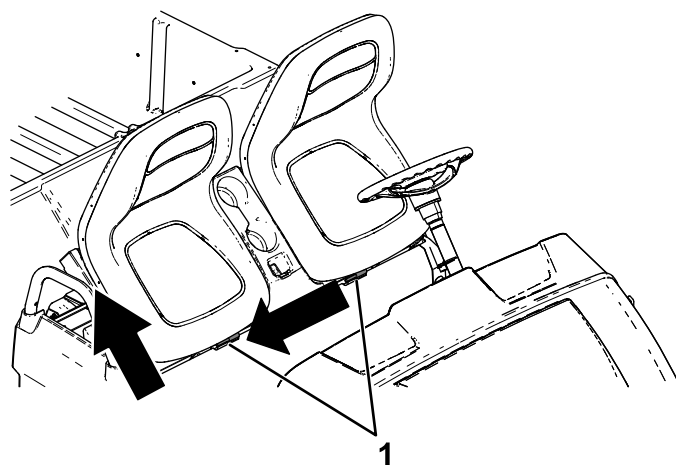

Figure 28
2. Faites coulisser l'ensemble sièges sur le côté pour le dégager des goupilles, et soulevez-le (Figure 28).